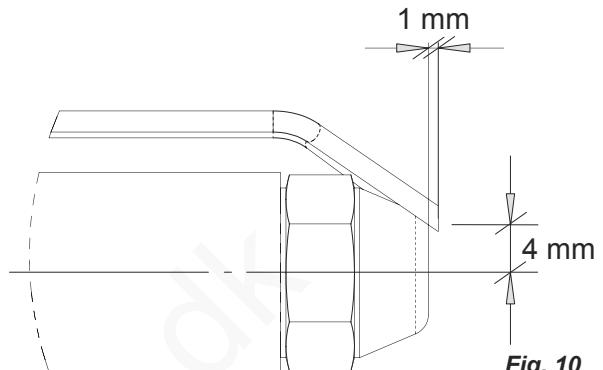

Fig. 10
- Afmontere brænderen, og rengøre melene, rengøre elektroderne og austere afstanden til den angivet værdi i side af elektrode justeringsskemaet (Fig. 10).